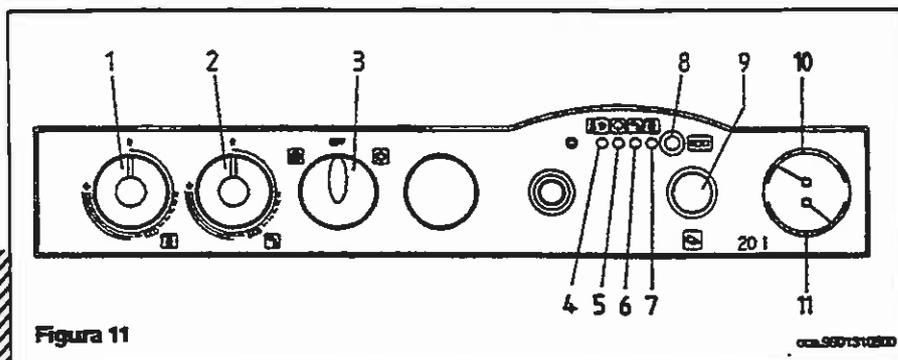

Figura 11
- \* aprire il rubinetto gas e ruotare la manopola (3) di figura 11 predisponendo la caldaia in posizione estate